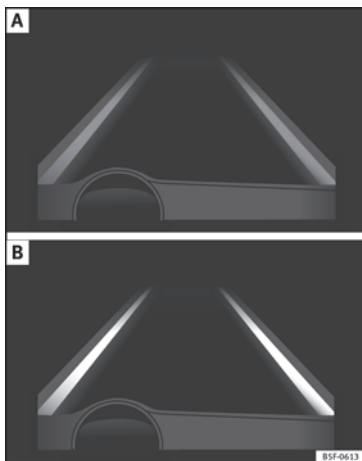

Fig. 212 No ecrã do painel de instrumentos: Indicação no ecrã do sistema de aviso de saída da via de circulação (exemplo 1).
- O sistema está ativado, mas não está disponível, quer por ter alcançado a velocidade mínima ou por não reconhecer as linhas da via de circulação » **Fig. 212 A**.
- O sistema está ativado e disponível, reconhece as duas linhas da via de circulação » **Fig. 212 B**.
lação. Neste momento não está a corrigir a trajetória » **Fig. 212 B**.